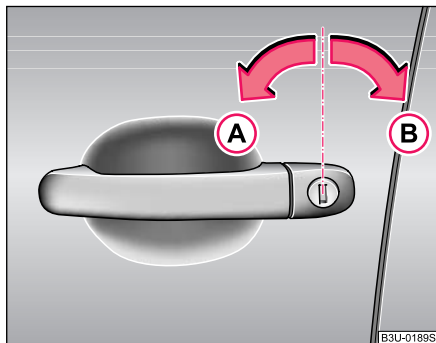

Fig. 22 Giros de llave para abrir y cerrar
- Gire hacia la izquierda la llave en la cerradura de la puerta del conductor a la posición de apertura (A) ⇒ fig. 22.
- Gire hacia la derecha la llave en la cerradura de la puerta del conductor a la posición de cierre (B) ⇒ fig. 22.